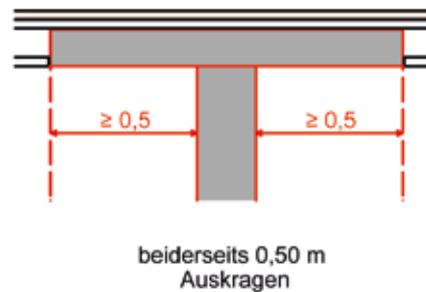

Abbildung 4: Brandwand, § 30 (5) [2]
- § 30 (5) Brandwände sind 0,30 m über die Bedachung zu führen oder in Höhe der Dachhaut mit einer beiderseits 0,50 m auskragenden feuerbeständigen Platte aus nicht brennbaren Baustoffen abzuschließen; darüber dürfen brennbare Teile des Daches nicht hinweggeführt werden.¹ (s. Abb. 4)